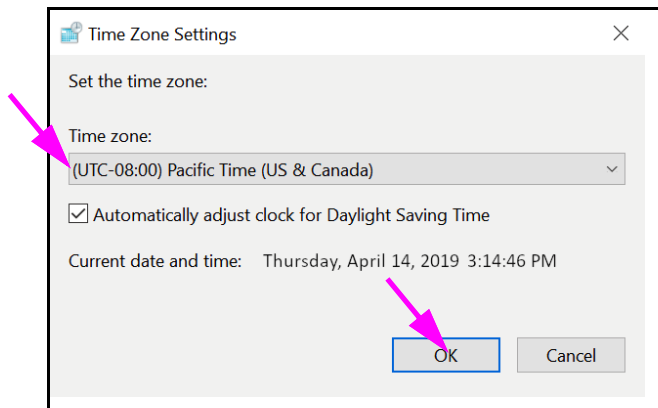

Figura 2-36. Cuadro de diálogo Time Zone Settings (Configuración de zona horaria)
5. Haga clic en el botón **Change Time Zone... (Cambiar zona horaria...)**. Aparece el cuadro de diálogo Time Zone Settings (Configuración de zona horaria). Consulte la figura 2-36.